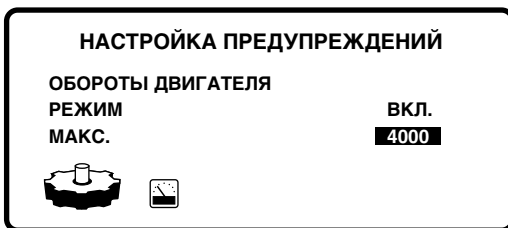

Рис. 5,2
На дисплее высвечивается режим коды неисправностей, число ошибок, порядковый номер ошибки и её код Рис. 5,1. Снизу идет текстовая расшифровка кода неисправности. Для того чтобы остановить автоматическую смену кодов ошибок необходимо нажать [▲] или [▼]. После этого можно вручную перелистывать имеющиеся неисправности кнопками [▲] или [▼]. Для прекращения показа кодов неисправности необходимо выйти из режима диагностики, нажатием [↔], вы возвратитесь в текущий рабочий режим. Если ошибок нет прибор напишет нет ошибок ЗБУ.
1. Входим в режим коррект расхода топли. Выбираем строку коэффициент поправки Рис. 5.
Параметры имеют границу срабатывания и возможность включения (выключения) предупреждений. Рис. 5,2. По **Алгоритму В** можно выключить (выключить) предупреждения или изменить порог срабатывания. По умолчанию выключены все предупреждения, кроме предупреждения о перегреве двигателя.